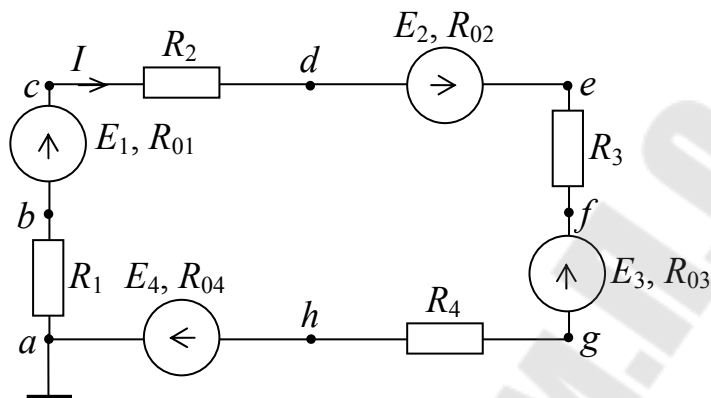

Рис. 2.3
2.3.3. Построить график изменения потенциала вдоль замкнутого контура цепи рис. 2.3, приняв $\varphi_a = 0$ (заземлив точку a). ЭДС $E_1 = 25\text{ В}$; $E_2 = 5\text{ В}$; $E_3 = 20\text{ В}$; $E_4 = 35\text{ В}$. Сопротивление резисторов $R_1 = 8\text{ Ом}$; $R_2 = 24\text{ Ом}$; $R_3 = 40\text{ Ом}$; $R_4 = 4\text{ Ом}$. Внутренние сопротивления источников $R_{01} = 2\text{ Ом}$; $R_{02} = 6\text{ Ом}$; $R_{03} = 2\text{ Ом}$; $R_{04} = 4\text{ Ом}$.